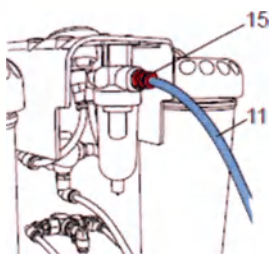

Рис. 22
3. Подсоединение сжатого воздуха (рис.22)
- Шланг для сжатого воздуха (11) вставить до упора в гнездо (15). При этом будет ощущаться легкое сопротивление.